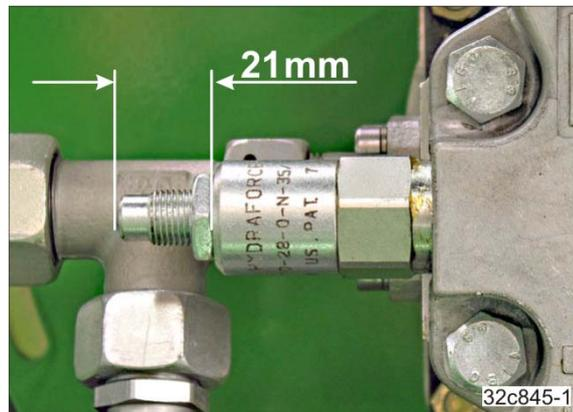

Fig. 166
2. Das Druckbegrenzungsventil auf das werkseitig eingestellte Maß „21 mm“ (Fig. 166) einstellen.